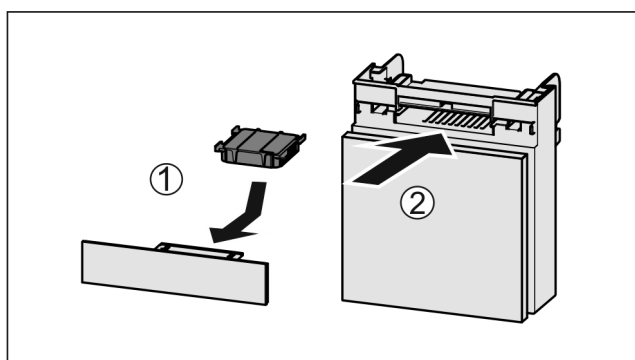

Fig. 210
- Aktivkohlefilter nach Abbildung einsetzen Fig. 210 (1).
- Fach einschieben Fig. 210 (2).